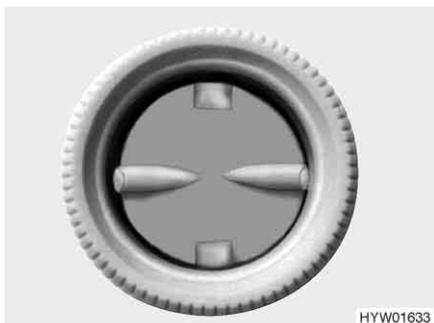

Fig. 38 Bocchetta di uscita dell'aria
**Distribuzione dell'aria calda** Nell'autocaravan sono montate diverse bocchette di uscita dell'aria (Fig. 38). Tubazioni conducono l'aria calda alle bocchette di uscita dell'aria. Ruotare le bocchette in modo che l'aria calda fuoriesca nella direzione desiderata. Per evitare correnti d'aria, chiudere le bocchette di uscita dell'aria sul cruscotto e posizionare su ricircolo la distribuzione dell'aria del veicolo di base.